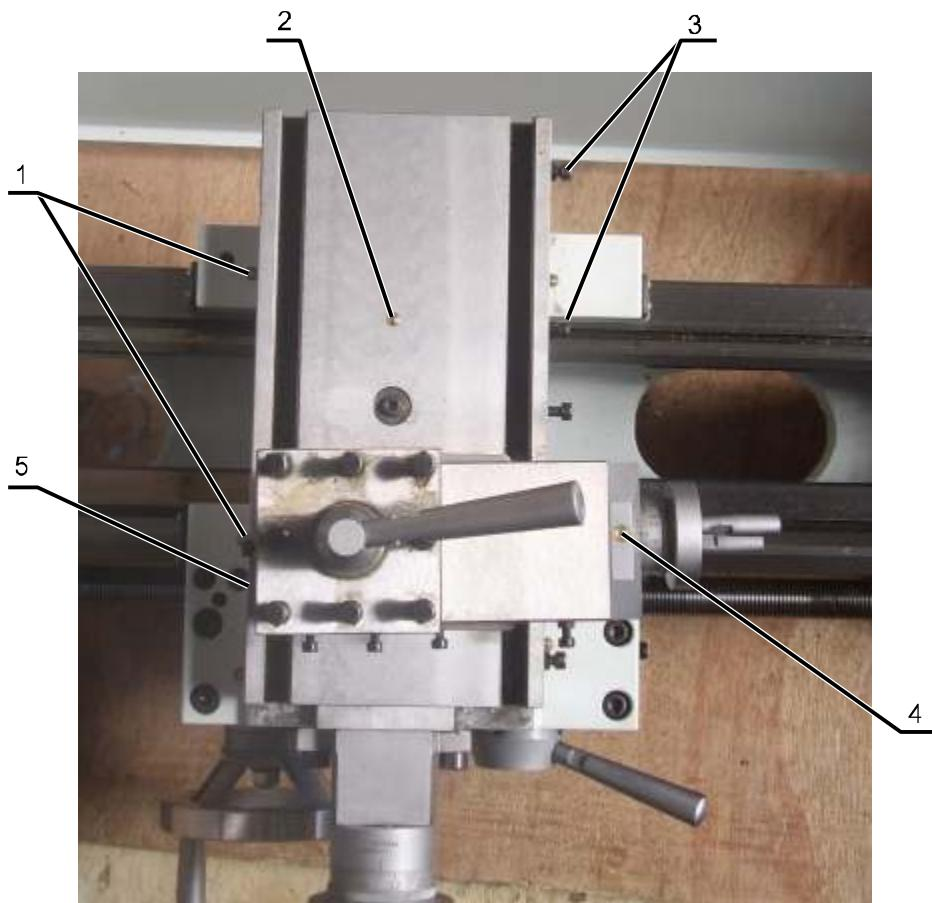

Рисунок 9
8.3 Смазку направляющих суппорта производите ежедневно через четыре смазочных отверстия 1 (рисунок 9) жидкой смазкой.
8.4 Смазку гайки ходового винта и поперечных салазок производите ежедневно через смазочное отверстие 2 (рисунок 9) жидкой смазкой.
8.5 Смазку верхних салазок производите через смазочные отверстия 4 и 5 (рисунок 9) жидкой смазкой.